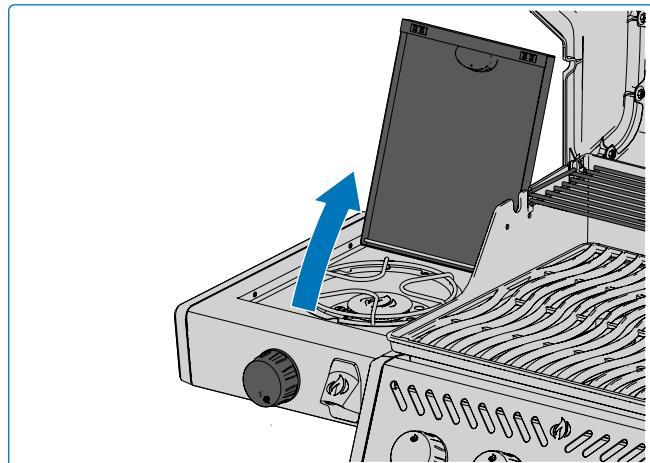

Fig. 9
- Aprire il coperchio del bruciatore (**Fig. 9**).